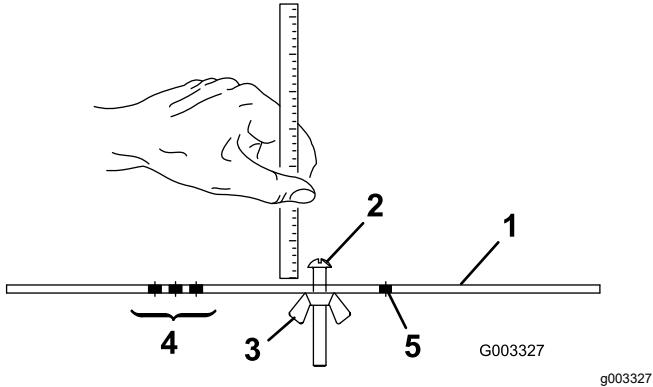

Bild 16
2. Lösen Sie die Mutter an der Messleiste (**Bild 16**) und stellen die Stellschraube auf die gewünschte Schnitthöhe ein.